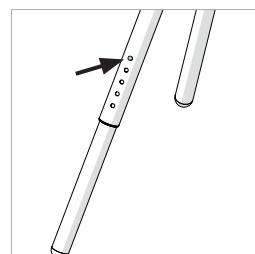
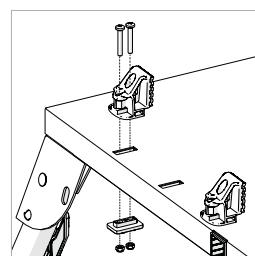

Afb. 1
Afb. 2
- Knijp de vergrendelings-/ontgrendelingshendel (**Afb. 1**) naar de poot toe om deze uit de ingeklapte positie te ontgrendelen.
- Herhaal dit totdat alle vier de (4) poten zijn uitgeklapt.
- Let op dat alle vier de (4) poten vergrendeld zijn in hun gebruikspositie. De scharnierpennen moeten volledig in de sleuven in de hoekprofielen van de tafel zitten. (**Afb. 2**).